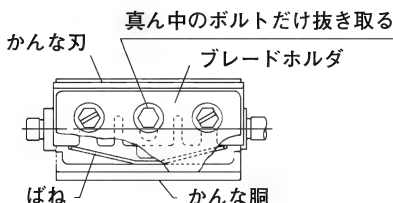

図 31
(3) 後部ベースの穴から、別売部品のドライバーをさし込み、外側のボルトの頭部の溝に合わせてゆるめると、かなな刃はばね(図31)に押されて数ミリ飛び出します。(図32)
(4) かなな刃の両端を持って、取りはずします。